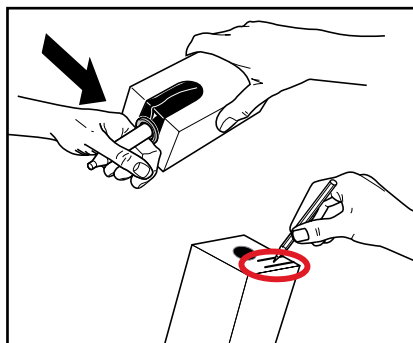

Рис. 19
4. Удалить пластиковую оболочку и написать на упаковке срок использования продукта. (Рис. 19)
5. Следуя инструкциям на упаковке, открыть дозатор. (Рис. 19)